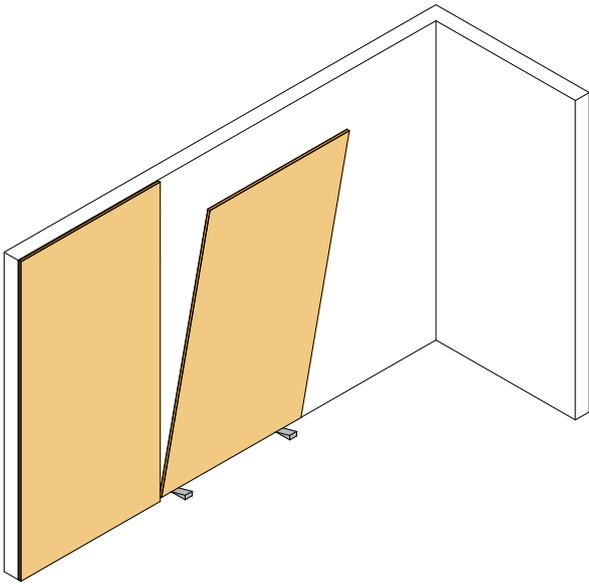

ABBILDUNG 8: Positionierung der Platte
9. Platzieren Sie die Platte an der Wand, legen Sie zwei Ausgleichshölzer auf den Boden, setzen Sie die Platte in Richtung der Decke darauf und schieben Sie sie ein. [Abb. 8]